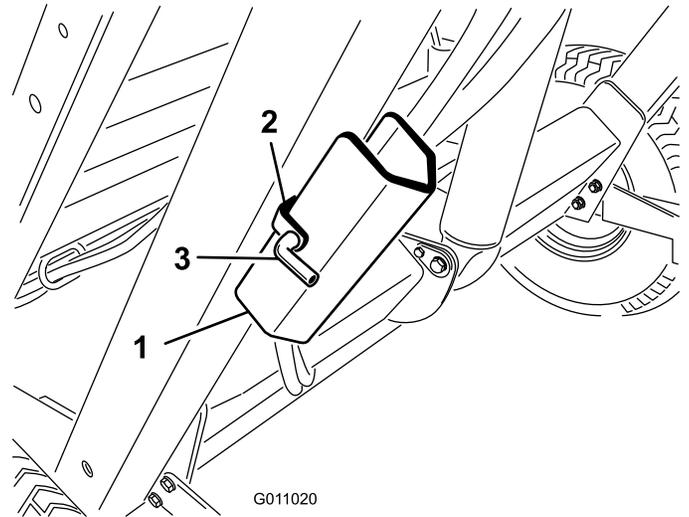

Figura 26
2. Togliete la coppia e il perno che fissano il supporto di sicurezza alla staffa d'immagazzinamento sul telaio della macchina (Figura 26). Togliete il supporto di sicurezza.